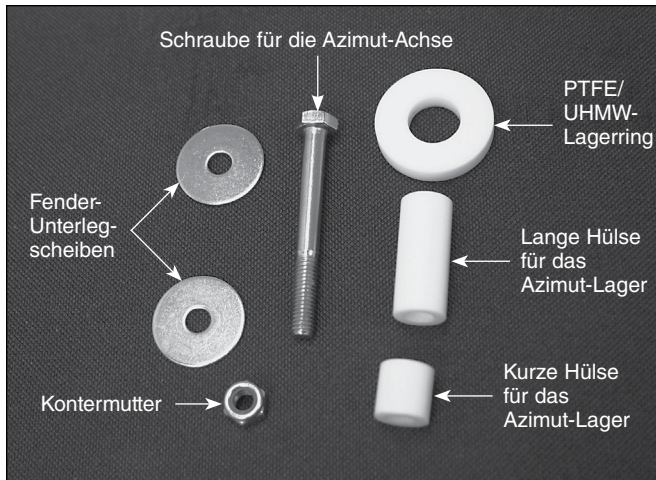

Abbildung 4. Nachdem Zerlegen der oberen und unteren Basisplatte sollten die abgebildeten Teile sichtbar sein.
Basisplatte auch drei weiße Kunststoffteile zu sehen: eine kurze Hülse für das Azimut-Lager, eine lange Hülse für das Azimut-Lager und ein flacher PTFE/UHMW-Lagerring (**Abbildung 4**). Diese Hülsen sind nach dem Abheben der oberen Basisplatte möglicherweise in der Bohrung in der Mitte der Basisplatte(n) zurückgeblieben. Drücken Sie die verbliebenen Hülsen in diesem Fall mit einem Finger aus den Bohrungen. Legen Sie die untere Basisplatte und die zugehörigen Teile zunächst beiseite, während Sie die L-Halterung für den vertikalen Anschlag an der oberen Basisplatte befestigen.
- Hinweis: Die lange Nylon-Hülse und der PTFE/UHMW-Lagerring, die Sie beim Zerlegen der Basisplatten (**Abbildung 4**) entfernt haben, werden für das Teleskopmodell mit IntelliScope-System (Nr. 27126) nicht benötigt. Diese Teile sind nur für das StarBlast 6-Teleskop ohne IntelliScope-Objektfinder (Nr. 9926) erforderlich.*